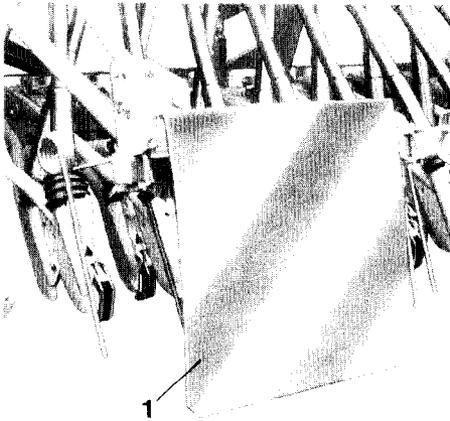

Fig. 26b
- Striegel mit Pendelausgleich und Einzel-Saatstriegel sowie Einzel-Exaktstriegel sind mit zwei rot-weiß gestreiften Warntafeln (Fig. 26b/1) rechts und links außen kenntlich zu machen.